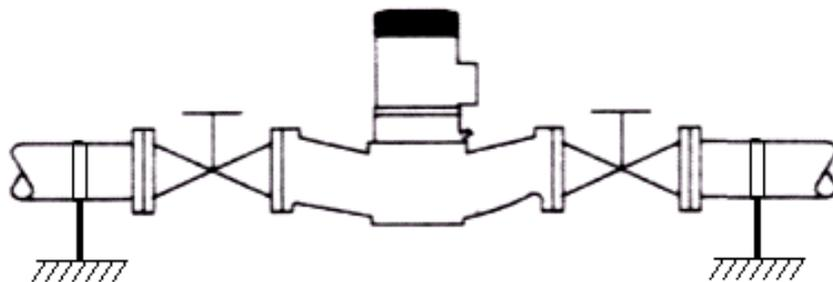

Рисунок 2
3. Агрегаты с электродвигателем мощностью до 7,5 кВт включительно могут непосредственно присоединяться к горизонтальным трубопроводам (рисунок 2). При мощности электродвигателя более 7,5 кВт агрегат может монтироваться только на бетонном основании.
4. Для дополнительного демпфирования вибраций и шумов рекомендуется устанавливать компенсаторы (упругие соединительные элементы) со стороны нагнетания и всасывания агрегата. В этом случае компенсаторы следует располагать от насоса на расстоянии как минимум 1 – 1,5 номинальных диаметра условного прохода фланца. При встраивании агрегата непосредственно в трубопроводы (основание насоса не закреплено на фундаменте) применение компенсаторов запрещается (рисунок 2).